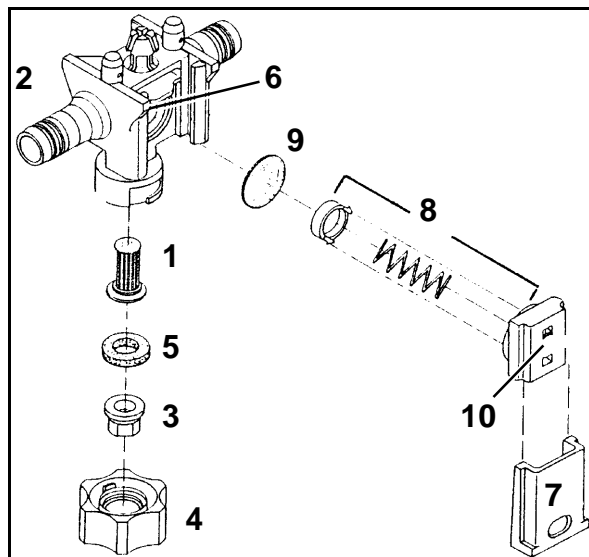

Fig. 233
1. Kontrollieren Sie von Zeit zu Zeit den Sitz des Schiebers (Fig. 233/7). Hierzu den Schieber so weit in den Düsenkörper (Fig. 233/2) einschieben, wie dies mit mäßiger Daumenkraft möglich ist. Den Schieber im Neuzustand keinesfalls bis zum Anschlag hineinschieben.
1. Den Düsenfilter (Fig. 233/1) von unten in den Düsenkörper (Fig. 233/2) einsetzen.
2. Die Düse (Fig. 233/3) in die Bajonettmutter (Fig. 233/4) einlegen.
3. Gummidichtung (Fig. 233/5) oberhalb der Düse einlegen.
Ablagerungen am Membransitz (Fig. 233/6) sind die Ursache für ein **nicht** nachtropffreies Abschalten der Düsen bei abgeschaltetem Gestänge. Dann die entsprechenden Membrane wie folgt reinigen:
1. Den Schieber (Fig. 233/7) aus dem Düsenkörper (Fig. 233/2) in Richtung Bajonettmutter herausziehen.
2. Das Federelement (Fig. 233/8) und die Membrane (Fig. 233/9) herausnehmen.
3. Den Membransitz (Fig. 233/6) reinigen.
Auf die richtige Einbaurichtung des Federelementes achten. Die rechts und links abgesetzten, ansteigenden Kanten am Gehäuse des Federelementes (Fig. 233/10) müssen beim Einbau in Richtung Gestängeprofil ansteigen.